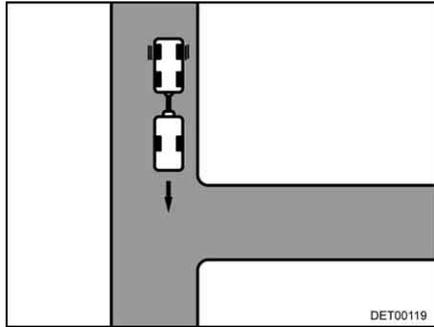

Fig. 17 Manœuvre à effectuer
- Se déplacer vers l'entrée, jusqu'à ce que l'arrière de la caravane se trouve, à peu près, à la hauteur de l'entrée (Fig. 17).